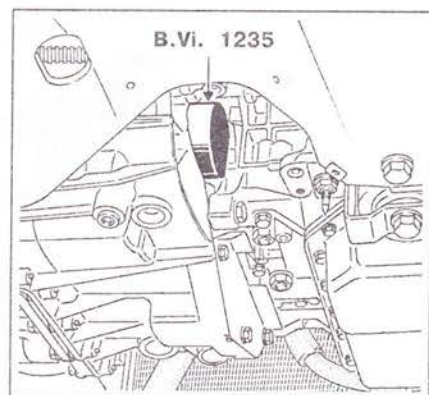

Рис. 5.33. Установите сальник с помощью приспособления V.Vi.1235.
9. Установите сальник с помощью приспособления V.Vi.1235 (рис. 5.33).